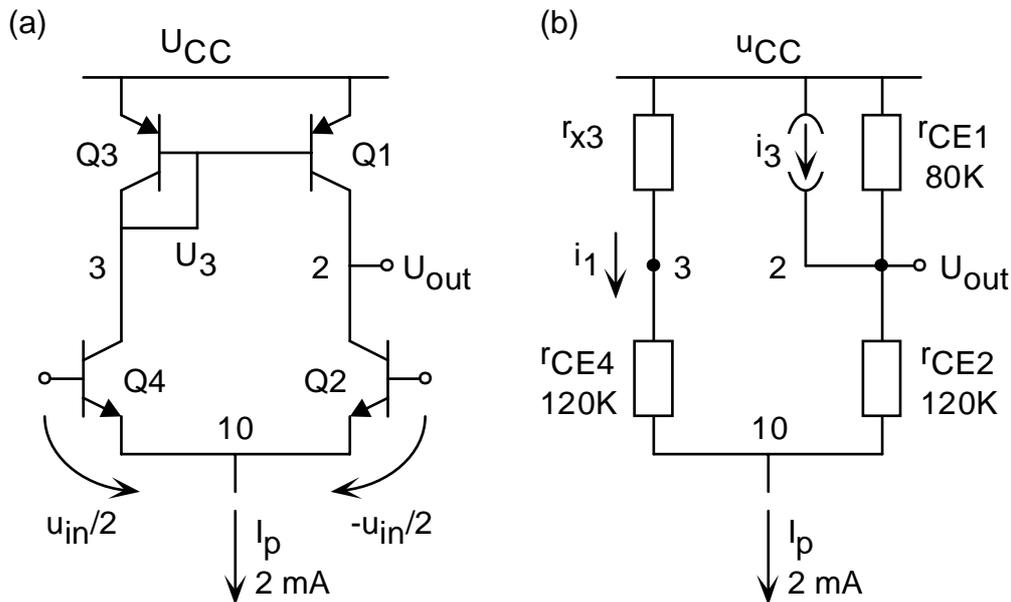

Abbildung 2.1: (a) bipolare Eingangsstufe und (b) Ersatzschaltbild für Brummspannung auf U_{CC} .
Abbildung 2.1(a) zeigt eine differentielle Eingangsstufe mit bipolaren Transistoren. Einige der zugehörigen Kleinsignalparameter zeigt Bildteil (b). Der Polarisierungsstrom beträgt $I_p=2\text{mA}$. Die Transistoren Q4, Q2 seien in ihren elektrischen Eigenschaften identisch, ebenso die Transistoren Q1, Q3. Für Großsignale ist $U_{in}=U_{BE4}-U_{BE2}=0$.
- (b) Berechnen Sie r_{x3} in Abbildung 2.1(b); es ist der Kleinsignal-Widerstand des Transistors Q3 in Bildteil (a). (Formel und Wert) (2P)